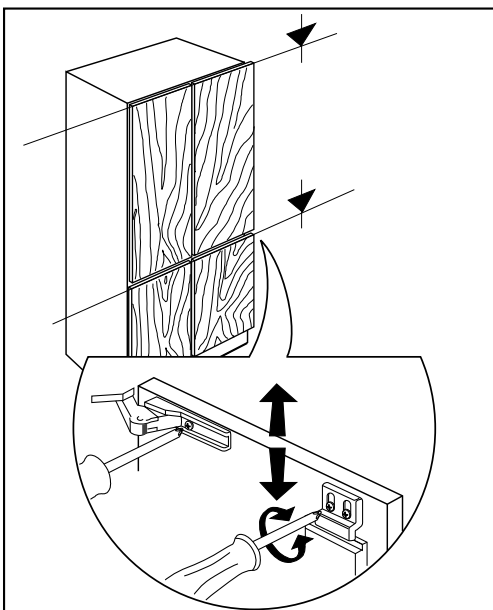

Abb. 10
- Wiederholen Sie diese Arbeitsschritte mit der anderen oberen Tür. Überprüfen Sie die horizontale Ausrichtung der Frontplatten und nehmen Sie im Bedarfsfall Korrekturen vor (Abb. 10).